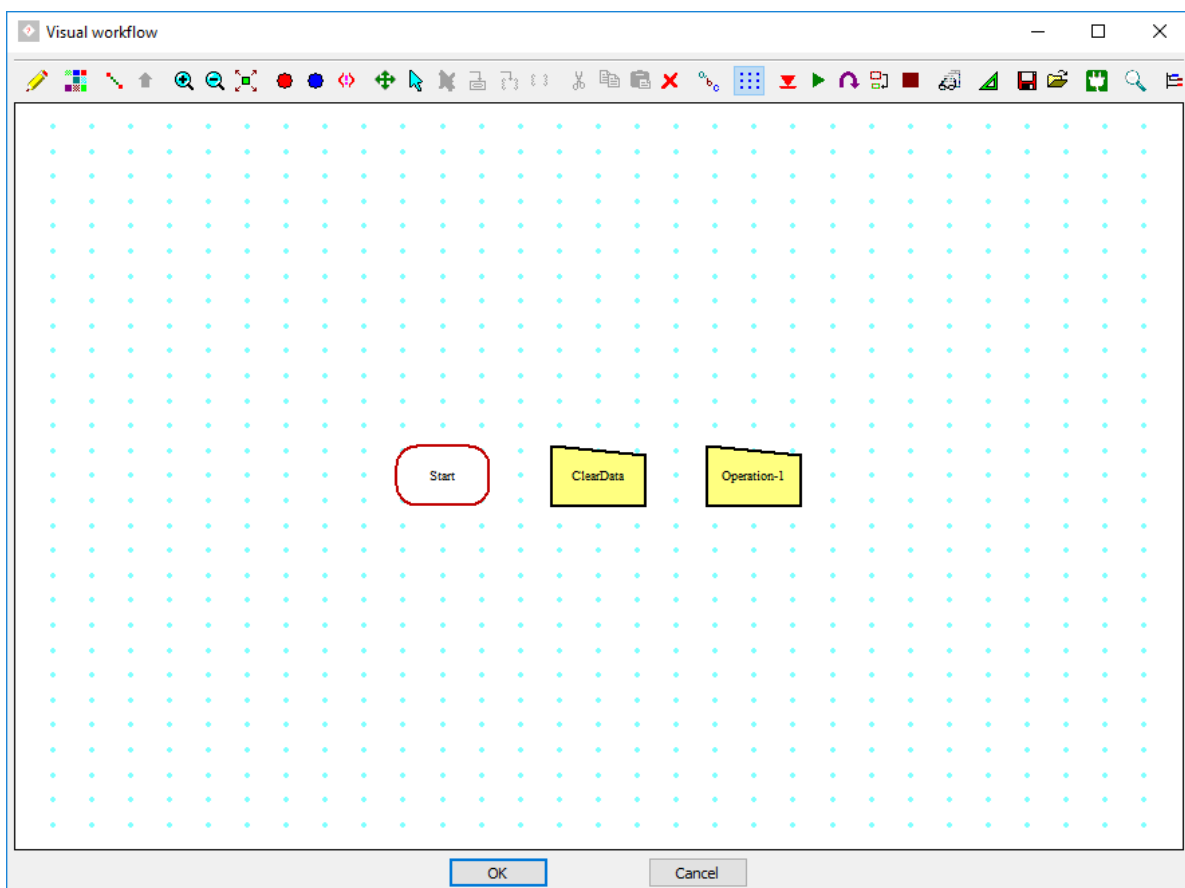

Рисунок 26: Візуальний редактор робочого процесу зі створеними операціями *ClearData* та *Operation-1*.
46. У візуальному редакторі робочого процесу клацніть лівою кнопкою миші праворуч від елемента операції *ClearData*. У вікні з'явиться елемент операції *Operation-1* (рис. 26).